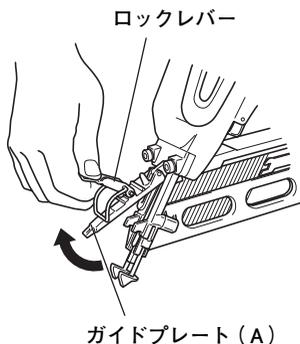

図 18
○ ロックレバーをはずし、ガイドプレート (A) を開きます。(図 18)